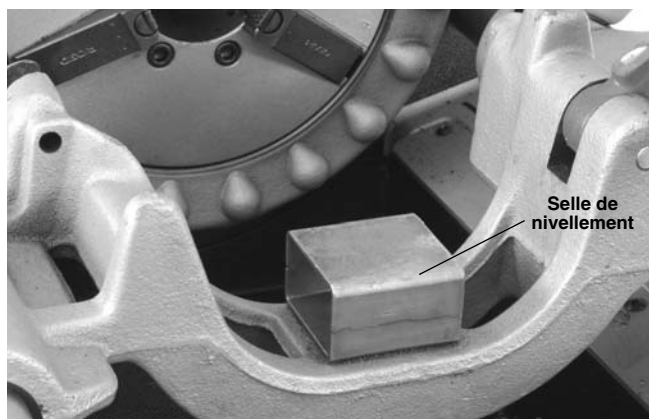

Figure 16 – Selle sur chariot du 535
2. Lors de l'utilisation d'un 535 avec chariot à grand dégagement, positionnez la selle de nivellement sur le chariot comme indiqué à la Figure 16.
1. Placez la selle de nivellement sur le chariot comme indiqué à la Figure 16.